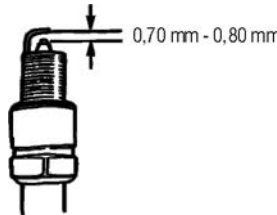

Fig. 15 – Holgura de la bujía
- 7 – Para un correcto funcionamiento, la holgura de la bujía debe estar entre 0,70 y 0,80 mm (fig. 15);